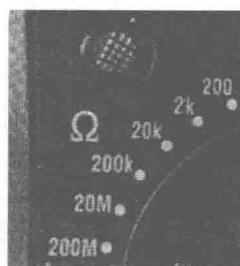

图 1-21 万用表的欧姆档量程
3) 选择合适的档位进行测量，注意与指针式万用表不同，数字式万用表的欧姆档所标数字值都是量程，如图 1-21 所示。